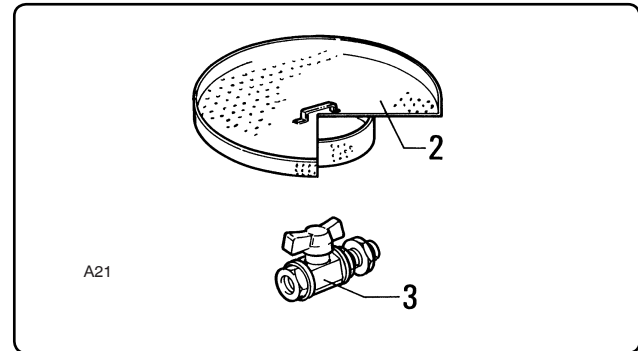

Fig. 6.10.2
6.10.2 - Griglia di decantazione (fig. 6.10.2)
6.10.2 - Retention plate (fig. 6.10.2)
6.10.2 - Grille de décantation (fig. 6.10.2)
6.10.2 - Rejilla de decantación (fig. 6.10.2)